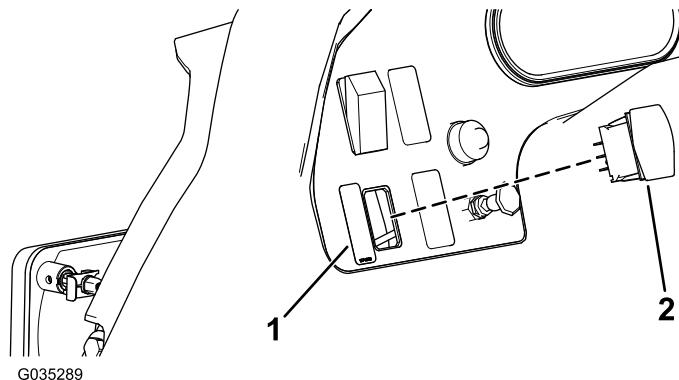

图8
2. 将摇臂开关插入开口，并将工作灯标贴到摇臂开关的左面 (图8)。